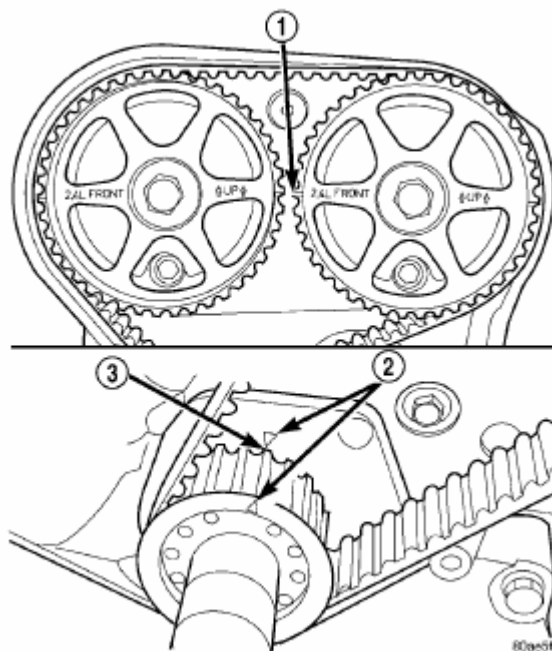

Рис. 102. Совмещение меток коленчатого и распределительного валов.
- (9) Перед снятием ремня ГРМ, повернуть коленвал так, чтобы метка ВМТ на кожухе масляного насоса совпала с меткой ВМТ на звездочке коленвала (догоняющая кромка зубца звездочки) (Рис.102).